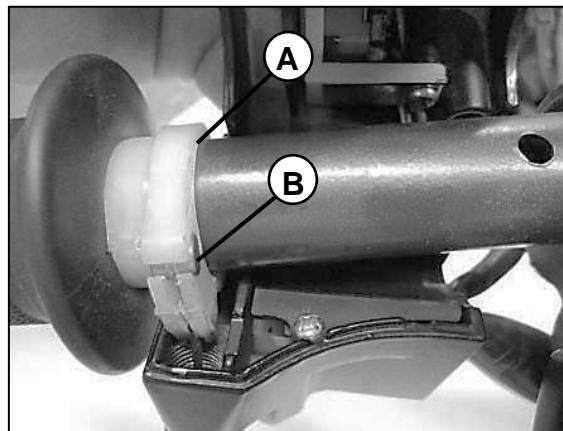

Fig.29
- Gire el carretel del acelerador y retire la cabeza del cable del acelerador (A), una vez el cable sea retirado, deslice y retire el carretel del acelerador (B). **Fig.29**